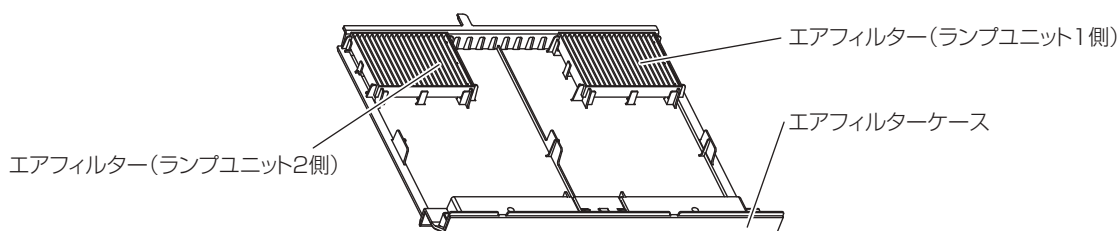

図 1
1) ランプユニット収納扉を取り外す (図 1)
1) エアフィルターを取り付ける (図 1)